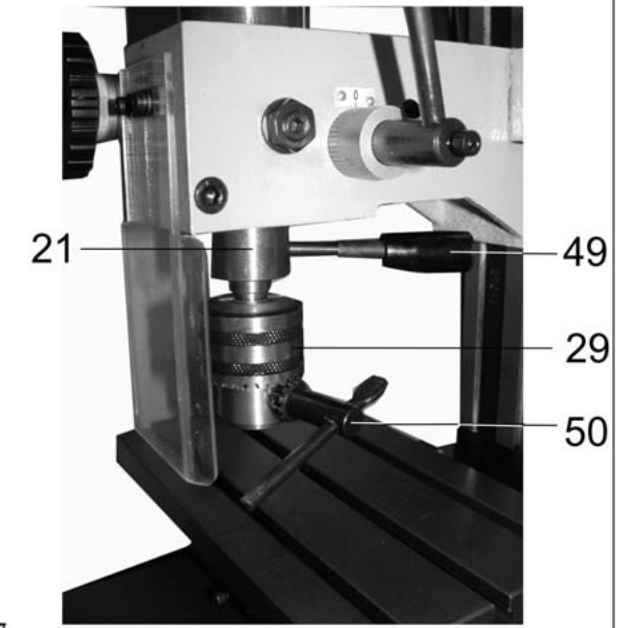

Рис. 7
10.1.6. Установите и, удерживая шпиндель (21) ручкой (49), с помощью ключа для сверлильного патрона (50) закрепите в сверлильном патроне (29) необходимый режущий инструмент, Рис. 7.